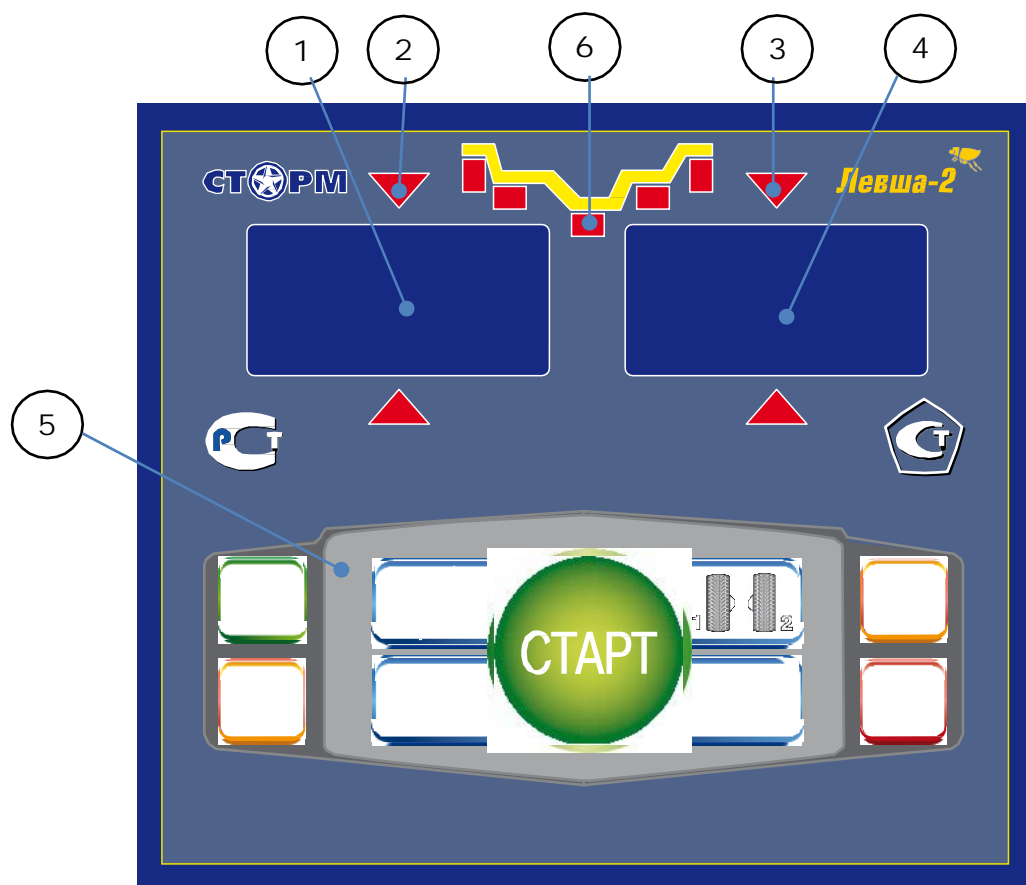

рис.8.1.
8.1. Общий вид лицевой панели показан на рис. 8.1.
При выдвижении штанги на индикаторах 1 (рис. 8.1) отображается значение параметра "A". Значение параметра "d" отображается на индикаторах 4.
Для ввода ширины нажмите кнопку "+" или "-" на индикаторах 1 (рис. 8.1) высветится "-b-", а на индикаторах 4 значение ширины диска. Через 2-3 сек после установки ширины индикаторы в режим отображения текущего дисбаланса.
Дважды нажать кнопку "A, d, b", после чего на индикаторах 1 (рис. 8.1) загорается символ "A", а на индикаторах 4 исходная величина дистанции. Нажимая кнопки "-" и "+" установить на индикаторах 4 требуемую величину дистанции. Через 2-3 сек после установки дистанции показания на индикаторах 1 и 4 возвращаются к отображению текущего дисбаланса, а кнопки "-" и "+" возвращаются в режим ввода ширины обода.
11.1 . Переключение схем ALU1-ALU5 осуществляется последовательным нажатием кнопки "ALU" при этом схема установки грузов отображается загоранием соответствующих светодиодов 6 (рис. 8.1), кроме того, на индикаторах 1 отображаются
Эта функция обеспечивается тем, что каждый раз при вводе новых геометрических параметров и установке требуемой программы ALU, предыдущее состояние запоминается. Для перехода от одного набора параметров к другому необходимо нажать кнопку "1-2". Визуальный контроль того, какие параметры установлены в данный момент, осуществляется нажатием "A,d,b" на индикаторах 4 (рис.8.1) будут последовательно отображены, установленные в данный момент диаметр и ширина обода и дистанция.
131. При включении тумблера питания СБ на индикаторах 1 (рис. 8.1) высвечивается трёхзначное число -номер версии программного обеспечения. Через 2-3 сек на индикаторах 1 и 4 должны загореться нули, кроме того должны загореться светодиоды 6, что свидетельствует о включении режима стандартной балансировки с установкой на обеих плоскостях коррекции грузиков на пружинках. На светодиодах 2 и 3 (рис. 8.1) должны загореться оба светодиода.
132. При включении СБ программа измерения дисбаланса настраивается таким образом, что дисбаланс менее 8 г (заводская установка) на любой плоскости коррекции не показывается, в этом случае на индикаторах 1 и 4 (рис. 8.1) высвечиваются "0". Минимальный дисбаланс отображающийся на индикаторах 1 и 4 равен 8г. Дисбаланс, превышающий 8г, округляется до величины кратной 5, т. е. дисбаланс 9, 10, 11 и 12 г отображается цифрой 10, дисбаланс 13, 14,15, 16 и 17 г - цифрой 15 и т. д. Для просмотра неокруглённого значения дисбаланса или дисбаланса менее 8г. необходимо нажать кнопку "<", при этом на индикаторах 1 и 4 на 2-3 сек высвечиваются фактические значения дисбаланса, определённые в данном запуске.
13.5.1. Поднимите защитный кожух. Вручную поворачивайте колесо в направлении, которое показывают светодиоды 2 и 3 (рис. 8.1.) до тех пор, пока не загорятся оба светодиода и начнут мигать вместе с значением массы корректирующих грузов.
14.2.1. Войти в программу калибровки СБ, для чего нажать и удерживать кнопку "С". На индикаторах 1 и 4 (рис.8.1), появятся мигающие символы "CAL". После звукового сигнала символы "CAL" загорятся постоянно.